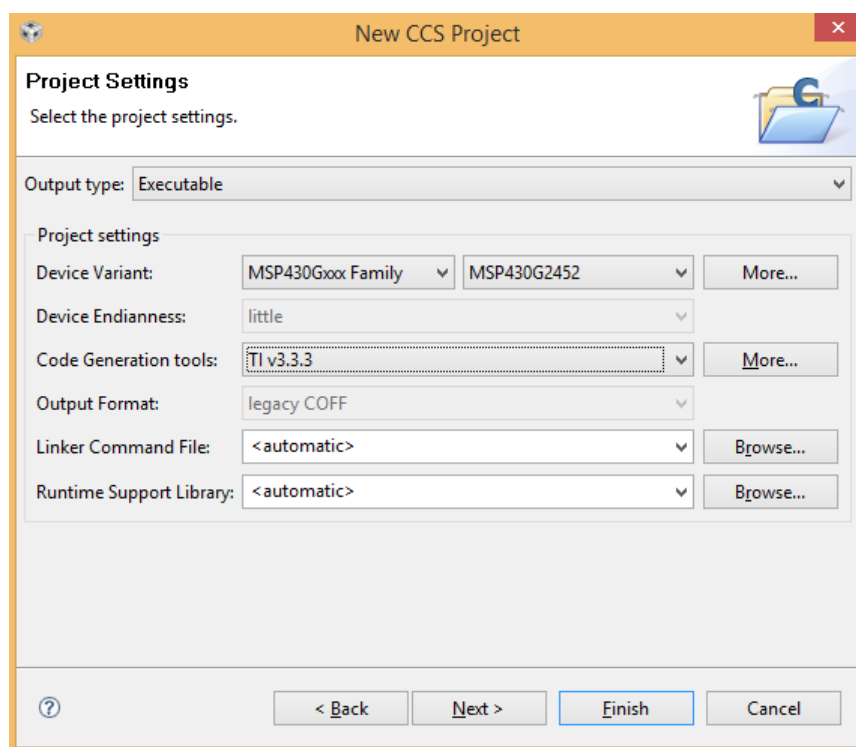

Рис. 3. Выбор целевого устройства
4. В поле «Project name» введите имя проекта, нажмите «Next», установите тип проекта: «Project Type → MSP430». Нажмите «Next» два раза для перехода к странице настроек проекта – «Project Settings». В поле «Device Variant» выберите необходимое устройство из списка – семейство и модель микроконтроллера, например, MSP430G2452 (рис. 3). Модель микроконтроллера можно уточнить, обратившись к маркировке микросхемы. Далее нажмите «Finish».